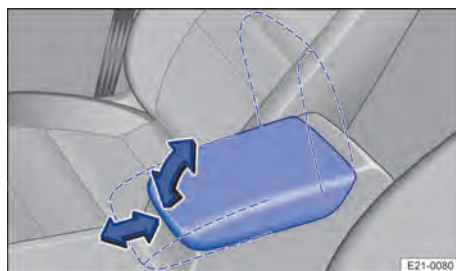

Abb. 86 Zwischen den Vordersitzen: Mittelarmlehne.
1. *Anheben:* Mittelarmlehne in Pfeilrichtung rastenweise nach oben ziehen → Abb. 86.
3. *Einstellen in Längsrichtung:* Mittelarmlehne nach vorn bzw. hinten schieben → Abb. 86.